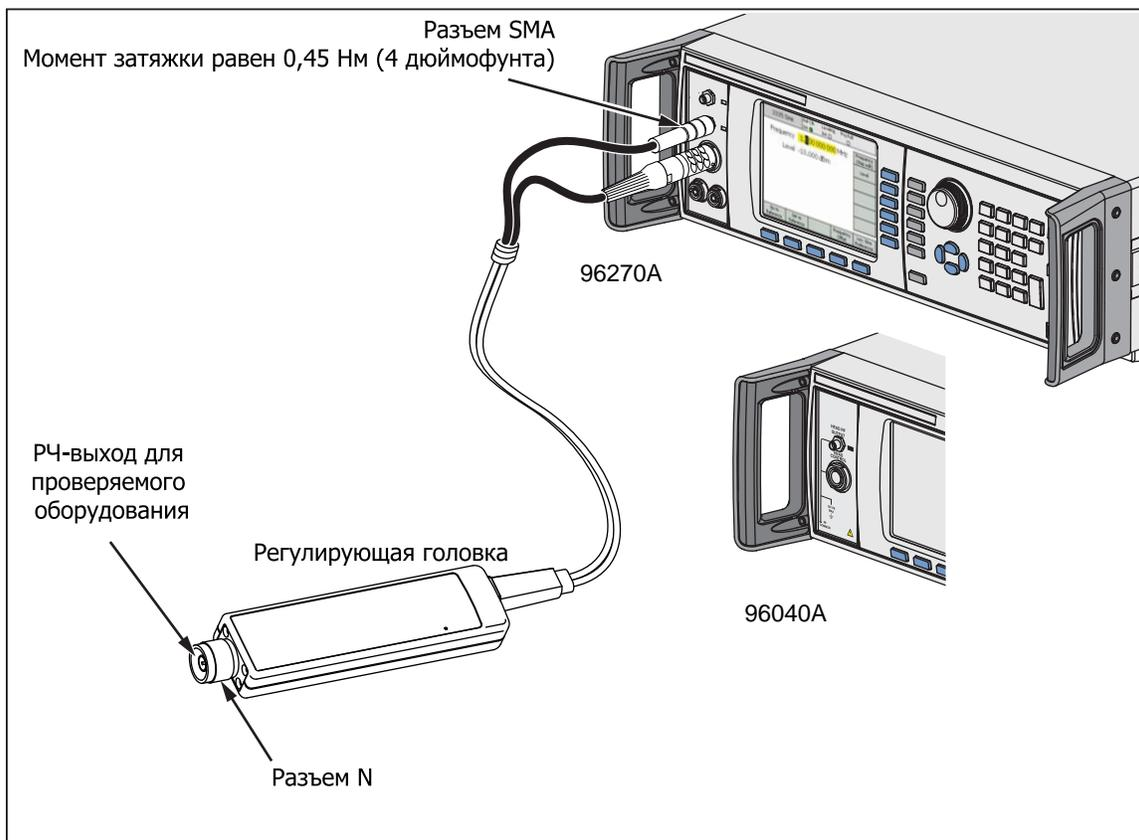

Рисунок 3-24. Подключение регулирующей головки
2. Подключите многопроводной соединитель к разъему регулирующей головки, как показано на рис. 3-24. Нажимайте на многопроводной соединитель, пока он не будет надежно закреплен.
3. Соедините разъем SMA и разъем РЧ-выхода регулирующей головки, как показано на рис. 3-24.